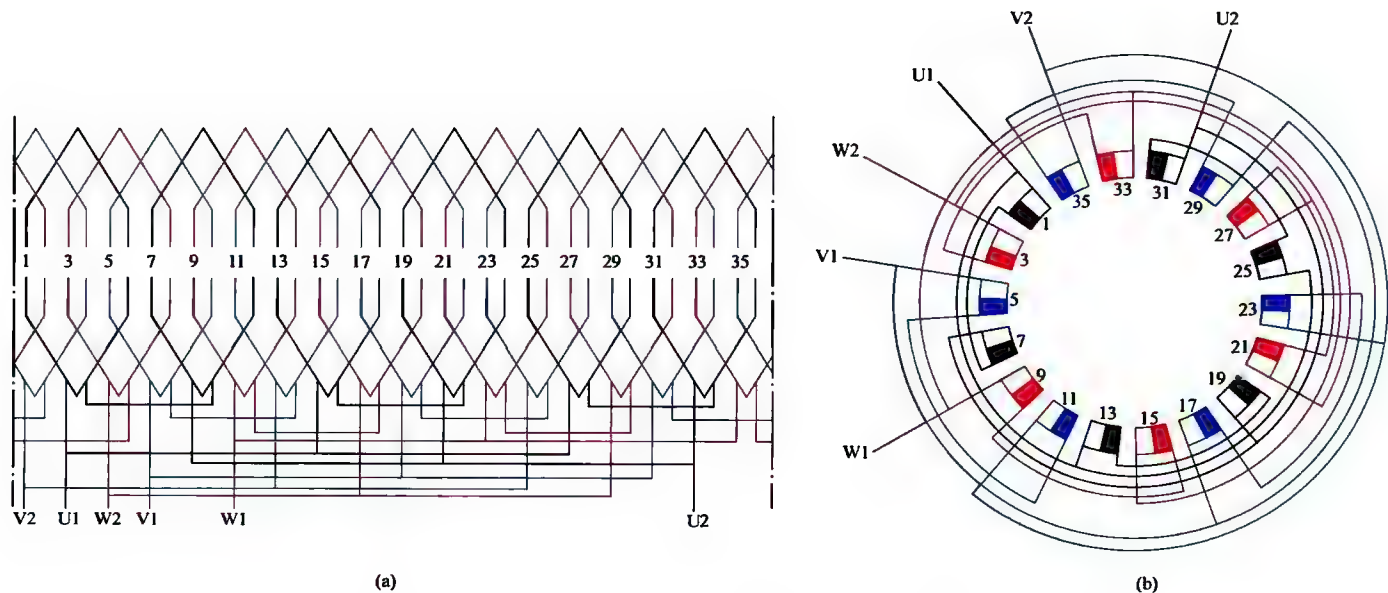

图 1-54 三相 6 极 36 槽单层链式绕组 3 路接法
54. 三相 6 极 36 槽单层链式绕组 3 路接法展开图与接线圆图 (见图 1-54)